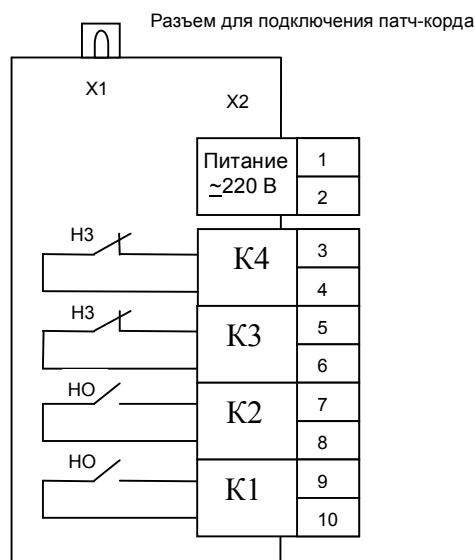

Рисунок 28
5.4.8.3 Назначение выходных реле, рисунок 28: